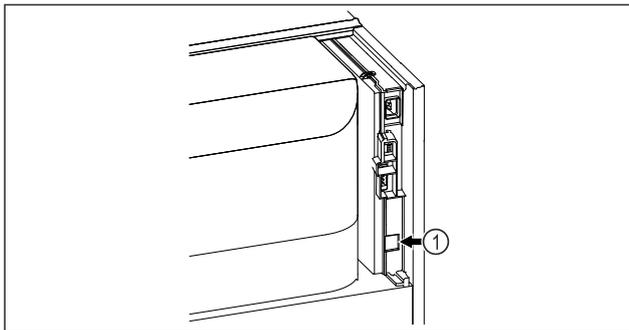

Fig. 146
- SmartModule Fig. 146 (1) ist eingesetzt.